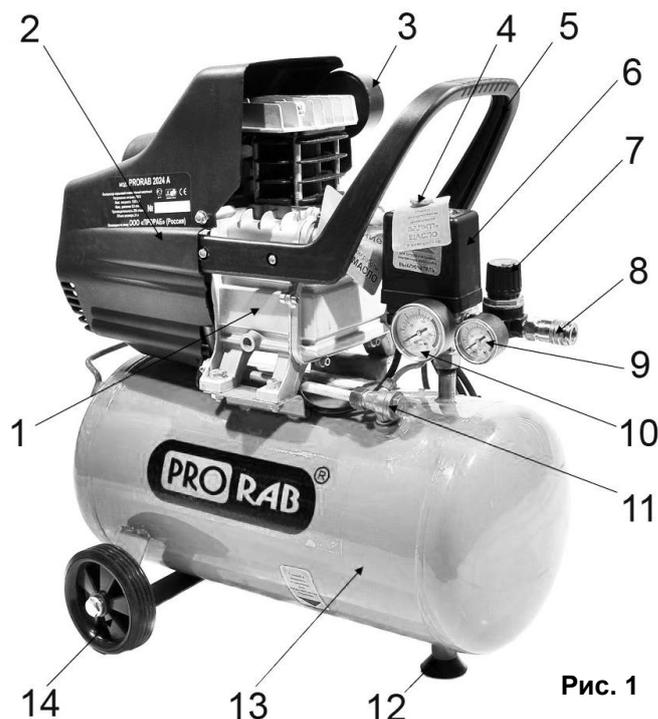

Рис. 1
- Блок поршневой (1)(См. Рис.1) – поршневая группа, одноступенчатая, одноцилиндровая, с воздушным охлаждением - предназначена для выработки сжатого воздуха.
- Ресивер (воздухосборник) (13)(См. Рис.1) служит для сбора сжатого воздуха, выравнивания пульсации воздуха, получающейся в результате возвратно-поступательного движения поршня компрессора, отделения конденсата и масла. Ресивер является также корпусом, на котором смонтированы узлы и детали компрессора.
- Ресивер имеет штуцера для установки реле давления (прессостата) (6), обратного клапана (11), крана слива конденсата, предохранительного клапана, а также кронштейны для установки платформы.
- Платформа предназначена для монтажа поршневого блока, электродвигателя, защитного кожуха (2).
- Электродвигатель предназначен для привода поршневого блока и компрессорной группы, и закрыт защитным кожухом (2)(См. Рис.1).
- Реле (прессостат) (6) служит для обеспечения работы компрессора в автоматическом режиме, поддержания давления в ресивере.
- Штуцер (8) с регулятором давления (6) предназначен для подачи воздуха потребителю.
- Обратный клапан (11)(См. Рис.1) обеспечивает подачу сжатого воздуха только в направлении от поршневого блока к ресиверу.
- Манометр (10) предназначен для контроля давления в ресивере.
- Блок управления компрессором включает в себя: манометр давления в ресивере (10); манометр давления на выходе (9); реле давления (прессостат) (6); регулятор давления на выходе (7); кнопку пуска (4); клапан предохранительный.
- Убедитесь в том, что кнопка пуска (4) на реле давления (6)(См. Рис.1) находится в положении «Выключено». Вставьте вилку питающего электрического кабеля в соответствующую розетку.
- Переведите кнопку пуска (4) на реле давления (6)(См. Рис.1) в положение «Включено».
- Остановите компрессор, вновь нажав на кнопку пуска (4)(См. Рис.1).
- Присоедините к раздаточному штуцеру (8) шланг потребителя.
- **Для включения** нажмите на кнопку пуска (4)(См. Рис.1) реле давления, чтобы установить ее в положение «Включено».
- Подсоедините шланг подачи сжатого воздуха к штуцеру (8)(См. Рис.1).
- Постоянное использование максимального давления на выходе необязательно в работе. Зачастую, используемый пневмоинструмент (например, краскораспылитель) требует меньшего давления (порядка 3 - 5 бар). В таких случаях рекомендуется выставлять требуемое давление при помощи регулятора (7)(См. Рис.1), что позволяет снизить нагрузку на компрессор и соответственно увеличивает его ресурс.